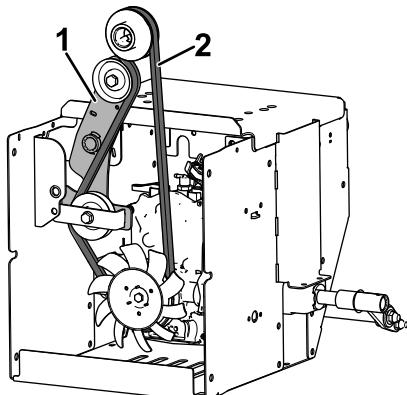

Figure 20
7. **Si vous réutilisez la courroie de traction,** acheminez-la comme montré ci-dessous (Figure 20).
- A. Acheminez la courroie de traction autour de la transmission hydrostatique (Figure 20).
- B. Montez les 2 poulies de traction sur le vilebrequin et faites passer la courroie de traction entre les poulies (Figure 20).